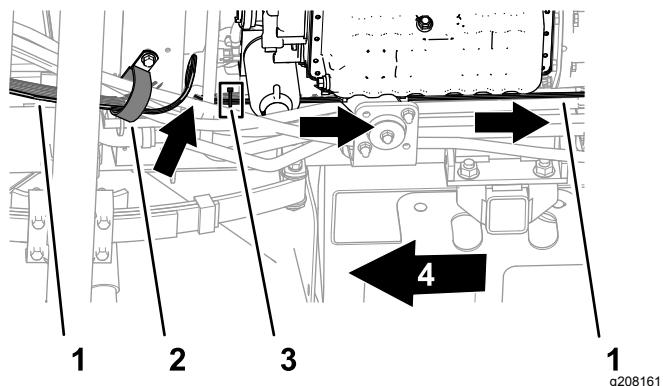

Figura 41
1. Disponete le diramazioni e il cavo del cablaggio preassemblato verso l'alto e lungo il cablaggio preassemblato posteriore della macchina e tra il telaio della macchina e il motore (Figura 41).
2. Fissate il cablaggio preassemblato del kit al cablaggio preassemblato posteriore della macchina con una fascetta per cavi, come illustrato nella Figura 41.